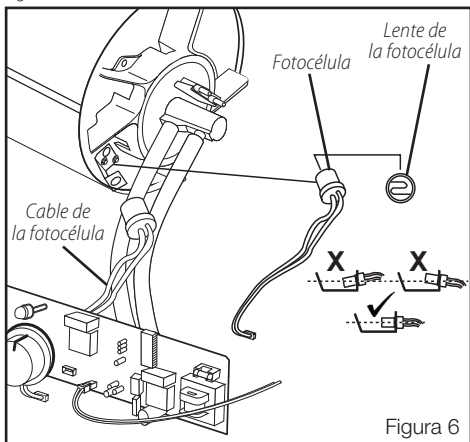

Figura 6
**FOTOCÉLULA:** La fotocélula debe limpiarse con un hisopo de algodón remojado en agua o alcohol al menos una vez por cada temporada de calefacción o más, según las condiciones en que esté. Vea la Figura 6.